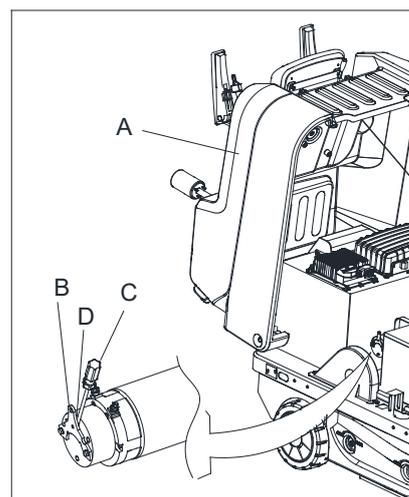

Figura 15
1. Aprire il coperchio (C, Figura 15).
2. Tirare la maniglia (B, Figura 15) del motore di trazione verso l'esterno.
3. Inserire un cacciavite (C, Figura 15) nella fessura (D, Figura 15). Chiudere il coperchio, quindi spingere o trainare la macchina.
4. Quando la macchina raggiunge la destinazione, rimuovere il cacciavite (C, Figura 15) e la macchina sarà in grado di funzionare normalmente.